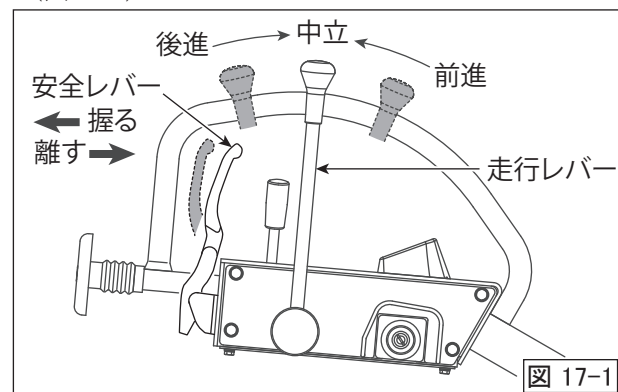

図 17-1
- 安全レバーを握ると走行レバーは任意の位置で保持されます。安全レバーを離し、走行レバーから手を離すと走行レバーは常に「中立」位置に戻ります。(図17-1)